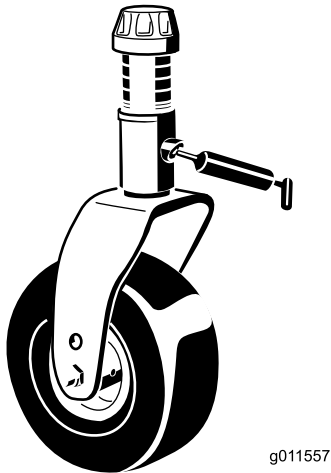

Bild 20
- Laufradgabel-Büchsen (4) (Bild 20).